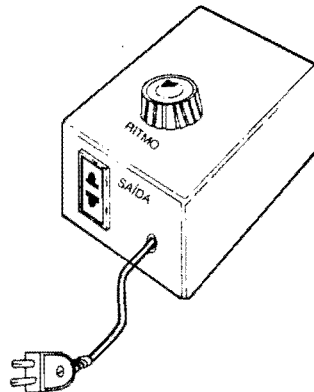

Fig.6
- FIG. 6 - ANEXAÇÃO DO DISSIPADOR - ACABAMENTO E CAIXA - Conforme vemos em 6-A, ainda antes de se "embutir" o conjunto na caixa escolhida, o dissipador de calor deverá ser mecânica e termicamente acoplado à aleta metálica do TRIAC, fixado por parafuso e porca, com firmeza... Cuidar para que o dito dissipador (alumínio) **não toque** em nenhuma outra parte metálica do circuito, terminais de componentes, pontas expostas de fios, etc. Em 6-B temos a sugestão para o "encaixamento" final do LAPO, de preferência feito num **container** plástico resistente, e cujas dimensões devem comportar - obviamente - tanto a placa do circuito quanto o volume relativamente grande do dissipador acoplado ao TRIAC (ver 6-A). No painel principal (topo da caixa), pode ficar o potenciômetro de ajuste do ritmo, guarnecido pelo respectivo **knob** (também plástico, para boa segurança...). Numa das laterais, pode ficar a tomada de Saída (tipo retangular, de encaixe...) e a Saída do "rabicho" (através de um furo guarnecido por "passante" ou ilhós de borracha...). Dar um nq no cabo de alimentação, pelo lado de dentro da caixa, é uma boa providência, evitando que eventuais esforços ou "puxões" possam vir a romper suas conexões soldadas à placa... Finalmente, 4 pés de borracha colados ou parafusados sob o conjunto (na base da caixa), darão es-